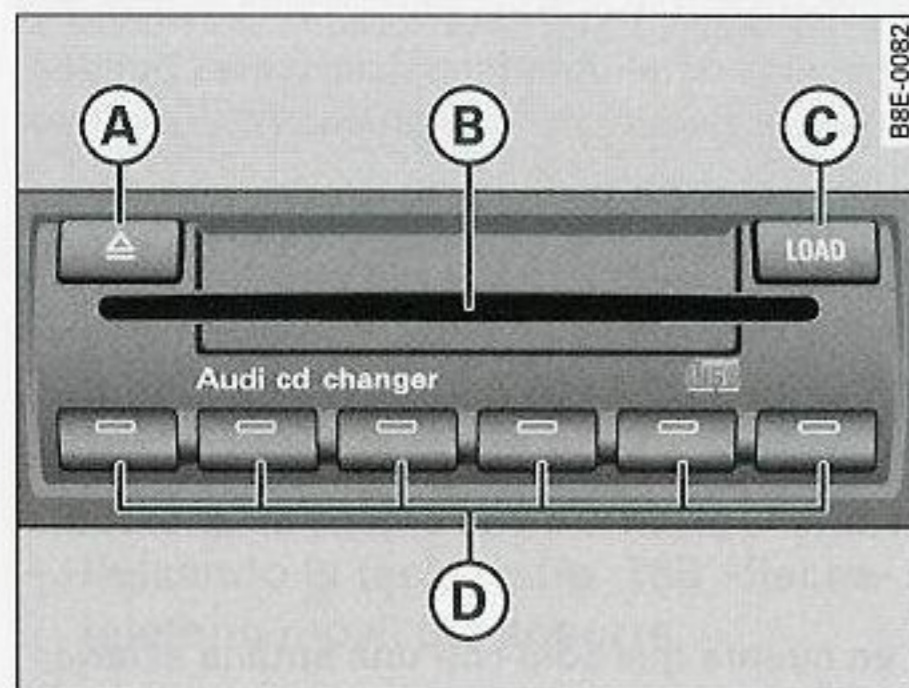

Fig. 167 Audi cd changer en la guantera
- Pulse brevemente la tecla **LOAD** (C) ⇒ fig. 167 e introduzca el CD en la pletina (B). El CD se carga automáticamente en la próxima posición libre del cambiador de CDs. El diodo luminoso de la tecla correspondiente (D) deja de parpadear.